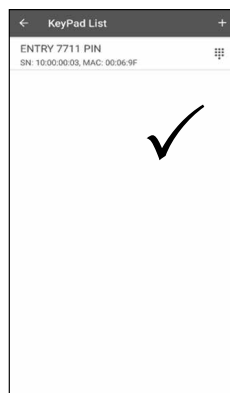

Abb. 25
⑩ Ihr ENTRY 7711 Keypad PIN ist nun in der App registriert und kann eingerichtet werden (Abb. 25).